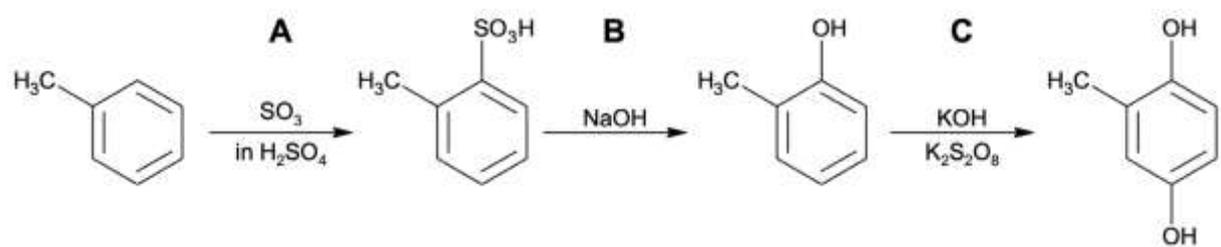

Abb. 7: Reaktionsschema zur Synthese von Methylhydrochinon
1.3.3 Methylhydrochinon kann nachfolgendem Schema (Abb. 7) aus Toluol hergestellt werden: